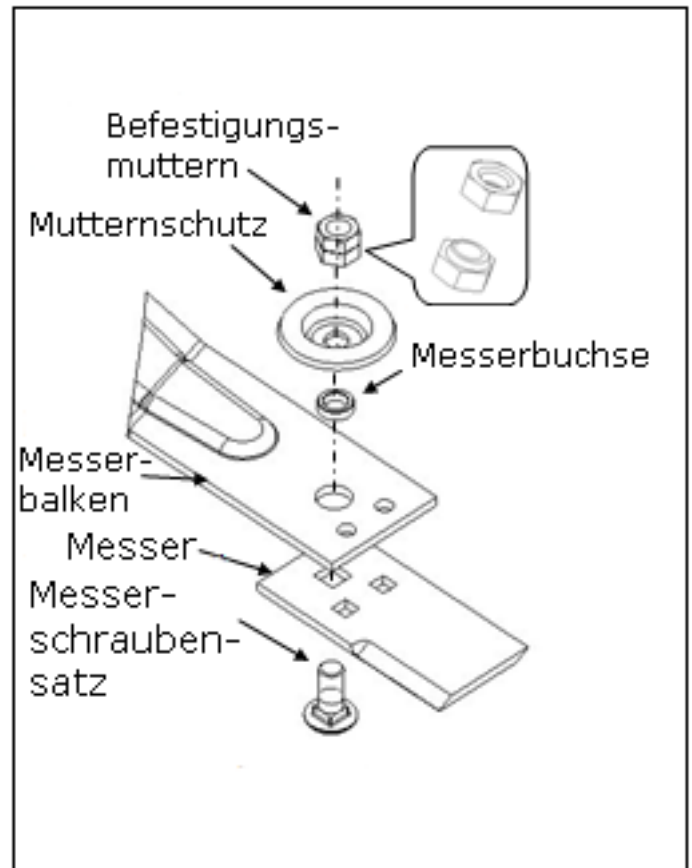

Bild 18
2. Wenn ein neues Messer montiert wird, tauschen sie immer den Messerschraubensatz mit aus. Der Satz besteht aus Mutter und Kontermutter, Mutternschutz und Messerschraube. Siehe (Bild 18)